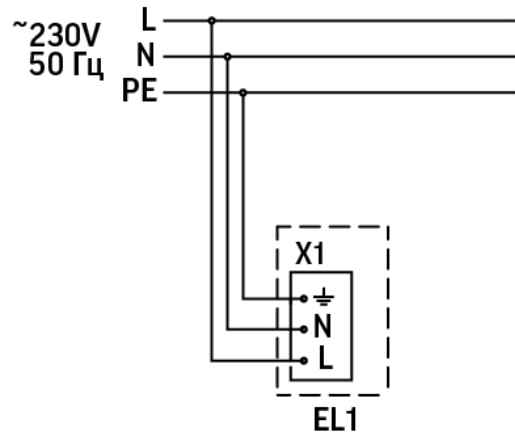

Рис.4
- Выполните электрическое подключение светильника, которое осуществляется через клеммную колодку в защитном корпусе. Подключите сетевой провод к контактам клеммной колодки светильника строго в соответствии с маркировкой и схемой подключения (см.рис. 4). Сечение проводников кабеля должно быть не более 2,5 мм2;